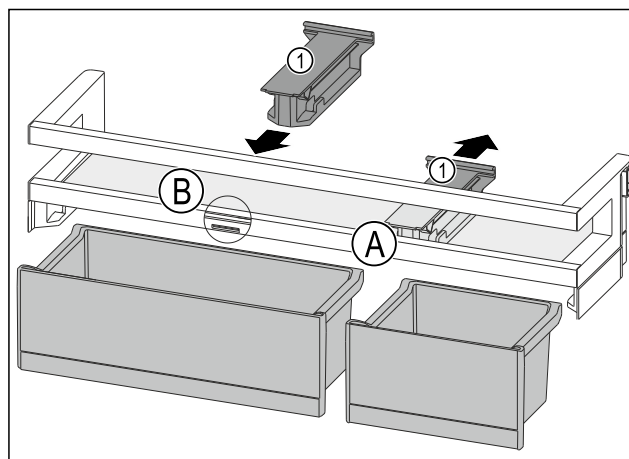

Fig. 116
- ▶ Stiahnite prídržný diel Fig. 116 (1) v polohe Fig. 116 (A) dozadu.
- ▶ Vložte prídržný diel Fig. 116 (1) v polohe Fig. 116 (B).